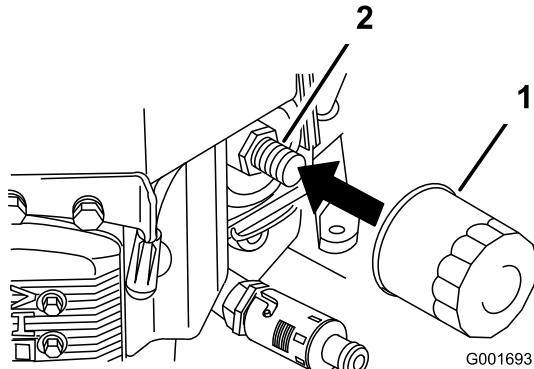

Figura 36
- Retire el filtro de aceite usado (Figura 36).
- Aplique una capa fina de aceite nuevo a la junta de goma del filtro nuevo (Figura 36).
- Instale el filtro de repuesto en el adaptador de filtro; gire el filtro en el sentido de las agujas del reloj hasta que la junta de goma entre en contacto con el adaptador del filtro, luego apriete el filtro tres cuartos de vuelta más (Figura 36).